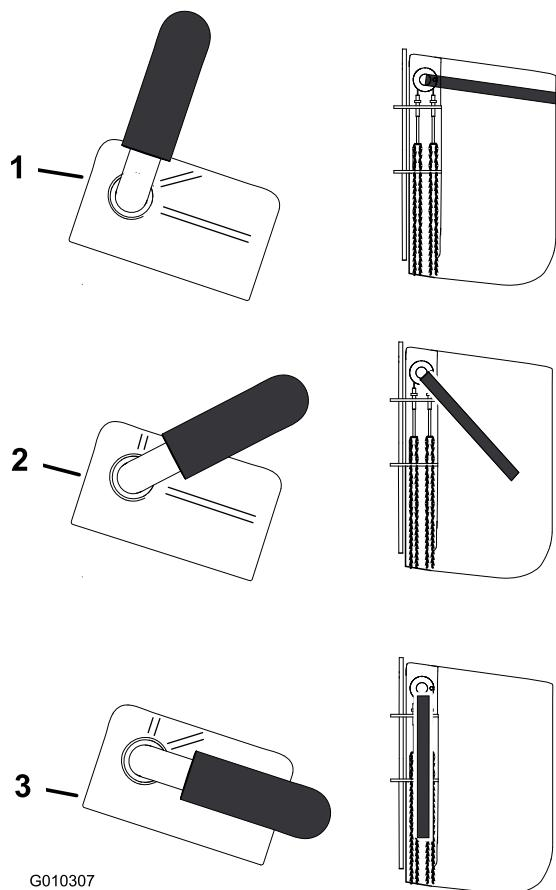

Figure 12
- Tournez la poignée du volet à la position complètement ouverte pour éjecter les déchets d'herbe (Figure 12).
- Tournez la poignée à 45 degrés pour dévier l'herbe éjectée (Figure 12).
- Tournez la poignée à la position fermée pour arrêter les déchets d'herbe (Figure 12).